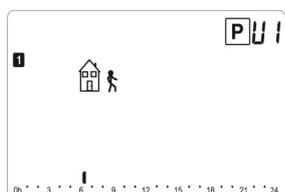

Fig. 23
- 7) appuyer sur (OK) pour confirmer et passer au step suivant ; par défaut sur l'écran s'affiche le symbole « je sors de chez moi », comme  illustré sur la Fig.23;